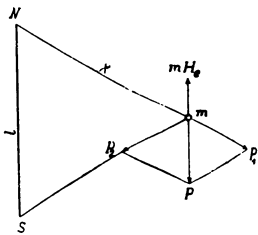

Fig. 34.
Von Westen her wird ihr ein in der Nord-Süd-Richtung gehaltener Magnetstab NS genähert, dessen Länge 24 [30] (20) cm und dessen Moment 10 160 [20 000] (18 000) (c, g, s) beträgt. Wie groß ist die Kraft, welche auf die Menge $m = 1$ ausgeübt wird, a) in 30 cm, b) in 37 cm, c) in 40 cm Abstand des Stabes? (Fig. 34.)